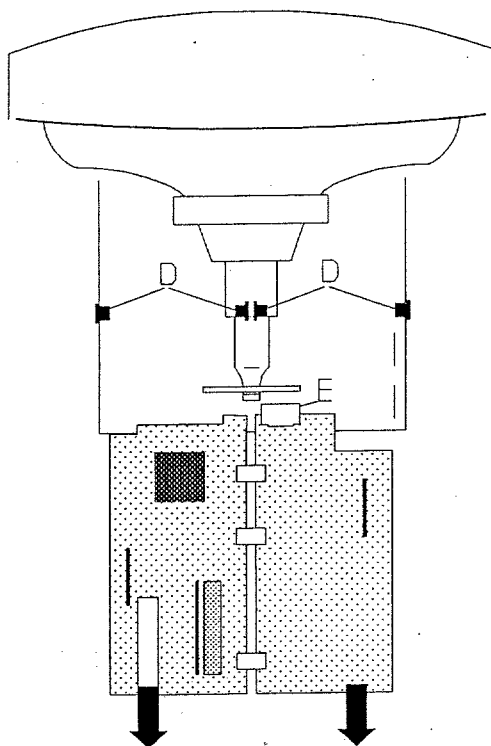

Fig 4.2
1. Das Abnehmen der Rückwand (Abb. 4.2)